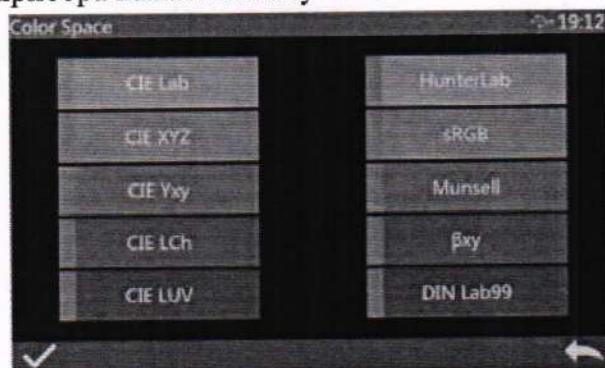

Рисунок 20 – Окно выбора колориметрической системы
10.1.2.1.6 Нажать кнопку «Color Space» для входа в окно выбора колориметрической системы (рисунок 20). Выбрать колориметрическую систему XYZ, кнопка «CIE XYZ», для проведения измерений координат цвета или систему Yxy, кнопка «CIE Yxy», для проведения измерений координат цветности. Нажать кнопку в нижнем левом углу для подтверждения выбора и возврата в главное меню прибора.